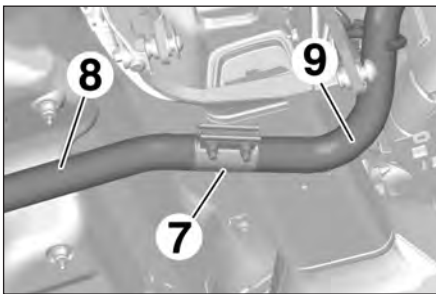

FIG.97
- Positionner, comme sur l'illustration, le manchon (7) de raccordement entre l'ensemble catalyseur/filtre à particules (8) et le silencieux (9) (Fig.97).